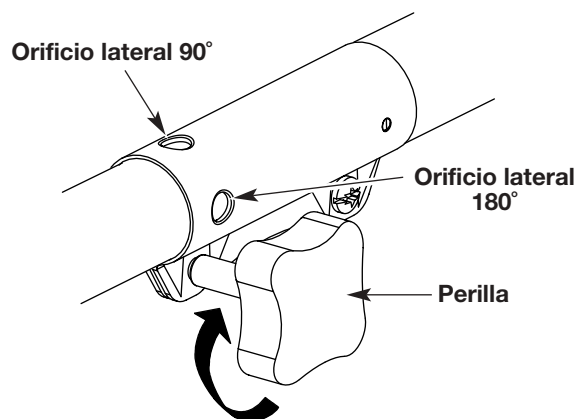

Fig. 8
3. Oprima y suelte por completo la bombilla del cebador lentamente de 5 a 7 veces. El combustible debe estar visible en la bombilla (Fig. 8). Si el combustible no está visible, oprima tres (3) veces más o hasta que lo vea.
3. Gire la perilla en sentido horario para ajustarla (Fig. 8).
Para recortar bordes mientras usa el accesorio de corte de cabeza de línea con modelos EZ-Link™®, trabe el botón de desconexión en el **orificio lateral de 90°** o en el **orificio lateral de 180°** (Fig. 8).